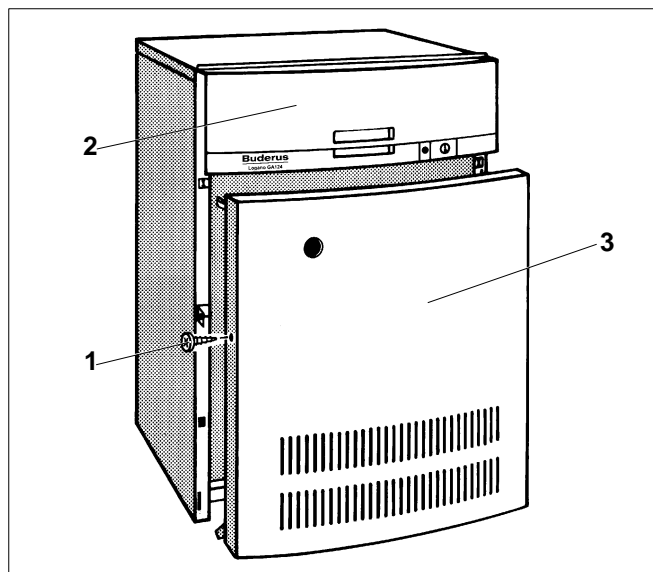

Fig. 31 Montage de la paroi avant de la chaudière
- Accrocher la paroi avant de la chaudière (fig. 31, **pos. 3**) par le bas et enfoncer la partie supérieure.
- Serrer les vis de fixation (fig. 31, **pos. 1**) à gauche et à droite dans les parois latérales.
- Fermer le cache (fig. 31, **pos. 2**) de l'appareil de régulation.
Légende fig.31